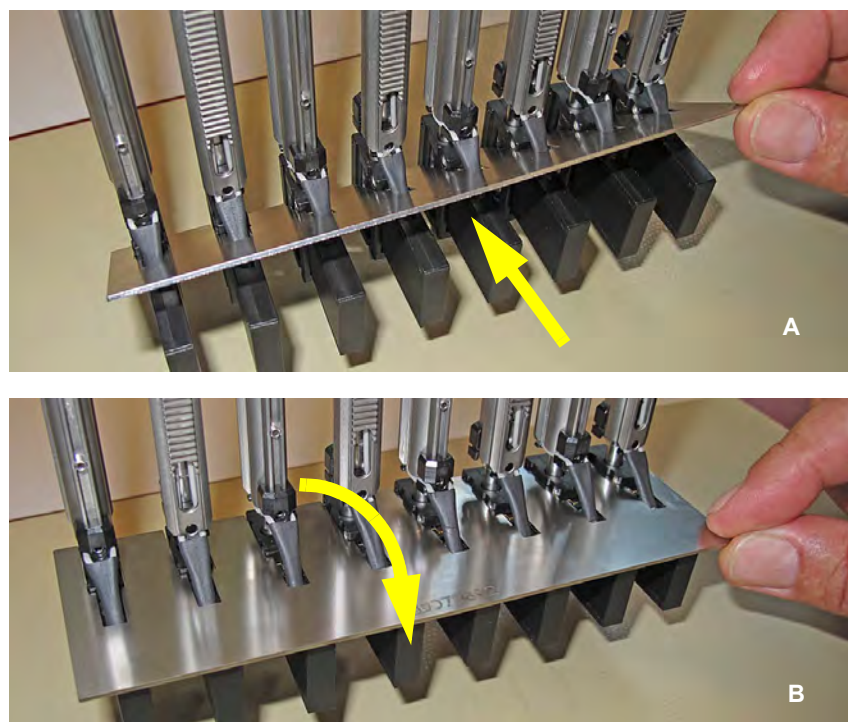

图 7-12 用于 Air LiHa 吸头适配器的校准测量工具
- 5 分开这些 Z 杆，并通过用于吸头适配器（如图 7-9, 7-34 所示）的插入调节工具把 Air LiHa 吸头适配器固定到适当位置（插入顺序如图 7-12, 7-36）。
- 必须能够把调节工具插入到 Air LiHa 吸头适配器中，如图 7-12, 7-36 所示。